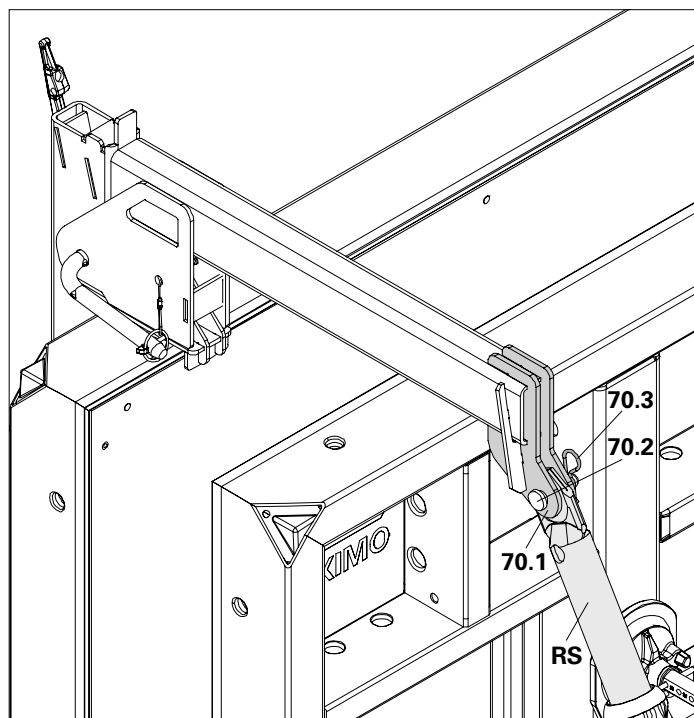

Fig. A6.01a
Connecter l'étau tirant-poussant (RS) et les cosses de connexion (**71.1**) avec des boulons (**71.2**) et des goupilles de sécurité (**71.3**). (Fig. A6.01a)